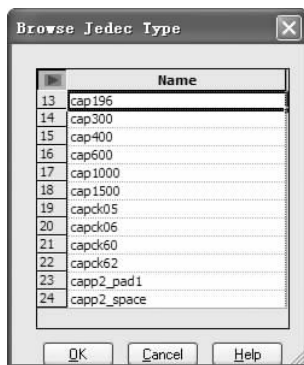

图 2-101 显示 dip 元件
3. 在文本框中输入所要查找元件的类型，如输入“CAP*”，单击 按钮，则“Browse Jedec Type”对话框中就只会显示双列直插封装的元件，如图 2-101 所示。在刷新的“Browse Jedec Type”对话框列表中选择想要的元件，如 cap196，单击 按钮即可。